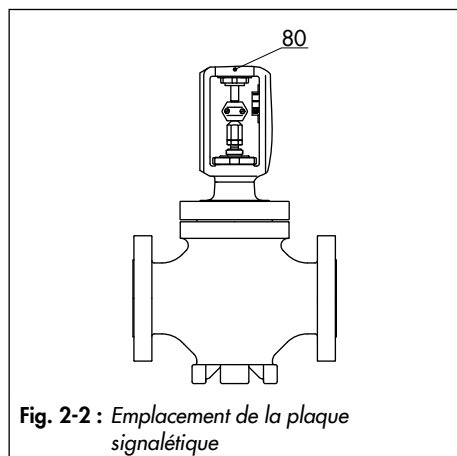

Fig. 2-2 : Emplacement de la plaque signalétique
La plaque signalétique (80) se trouve sur l'arcade de la vanne (cf. Fig. 2-2).